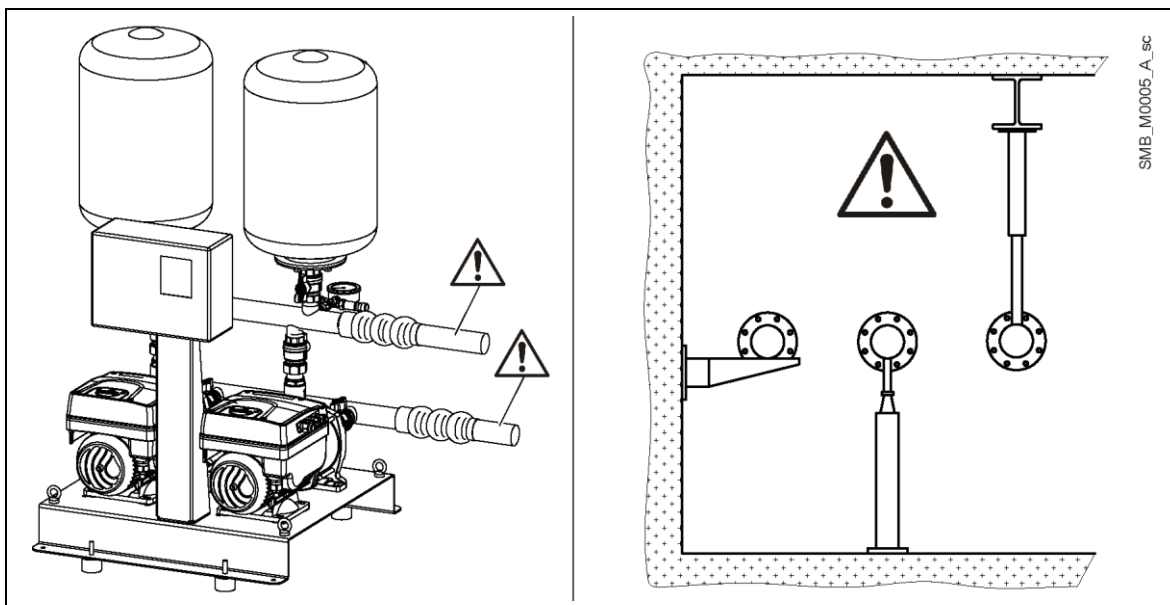

Figura 7: Instalação mecânica do grupo de pressão
- Monte juntas de expansão e suportes indicados para os tubos para protegê-los contra o stress, consulte a Figura 7. O peso dos tubos e dos reservatórios de pressão aumenta quando os mesmos estão cheios de água. Antes de colocar a unidade a funcionar, certifique-se de que, todos os acoplamentos não utilizados estão fechados e apertados.